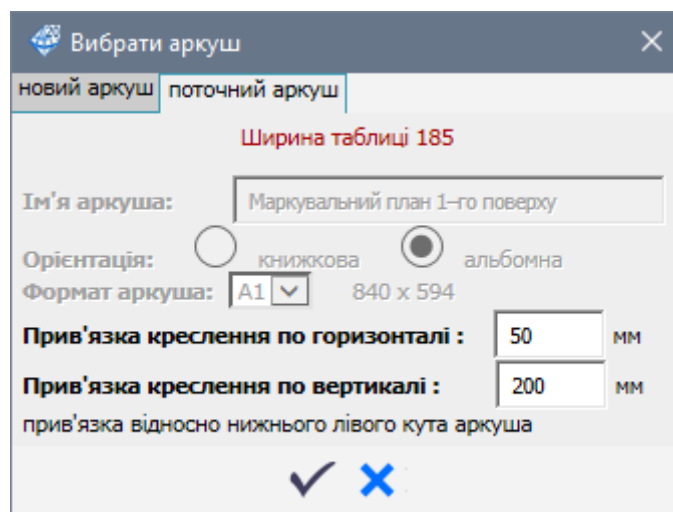

Рис. 27.17. Діалогове вікно Вибрати лист
- викличте діалогове вікно **Вибрати лист** (рис. 27.17) натисканням по кнопці  – **Помістити таблицю на лист**;